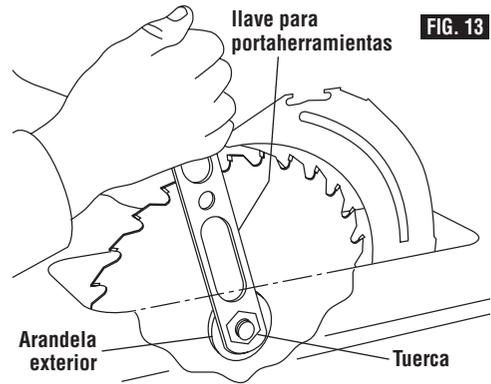

FIG. 13
4. Mientras acopla la palanca de fijación del eje portaherramienta, afloje la tuerca del eje portaherramienta girándola en sentido contrario al de las agujas del reloj (hacia la parte delantera de la mesa de la sierra) con la llave de tuerca suministrada (Fig. 13).
8. Mientras sube la palanca de fijación del eje portaherramienta 4, apriete firmemente la tuerca del eje portaherramienta girándola en el sentido de las agujas del reloj (hacia la parte trasera de la mesa de la sierra) con la llave de tuerca (Fig. 13).